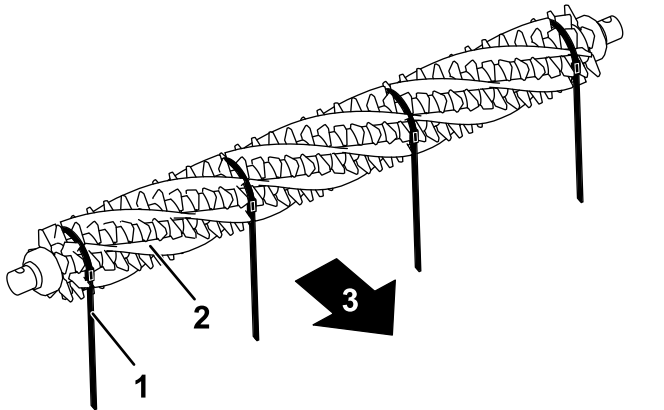

Figura 20
- De um lado do cilindro do rastelo, faça deslizar uma escova para cada ranhura em torno de todo o comprimento do cilindro do rastelo (Figura 20).
Importante: Deve envolver as fitas em torno da lâmina do rastelo e conjunto de escova na direção de rotação principal. Figura 20 mostra as fitas instaladas para rotação para a frente.